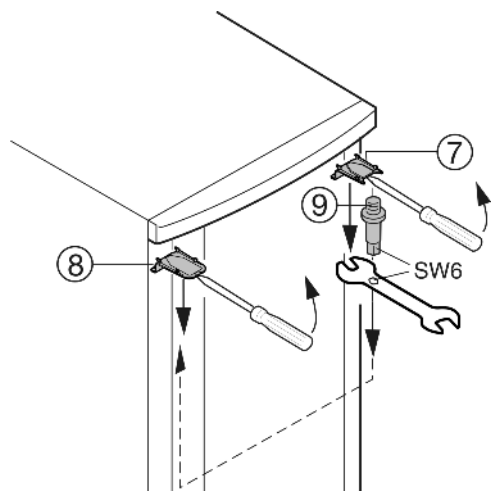

Fig. 5
- ▶ En haut, déclipser le cache Fig. 5 (7) et le cache Fig. 5 (8) avec un tournevis et les enlever inclinés vers le bas.
- ▶ Retirer les pivots d'appui Fig. 5 (9) et les visser du côté opposé, (avec un couple de serrage 4 Nm). Pour ce faire, avoir recours à la clé à six pans de la clé à fourche jointe.
- ▶ Remonter le cache Fig. 5 (7) sur le côté où se situe la charnière : l'insérer par l'arrière et l'encliquer sur l'avant.
- ▶ Monter le cache Fig. 5 (8) sur le côté opposé : l'insérer par l'arrière et l'encliquer sur l'avant.
- ▶ Enclencher la porte sur le pivot d'appui Fig. 5 (9) et fermer la porte.